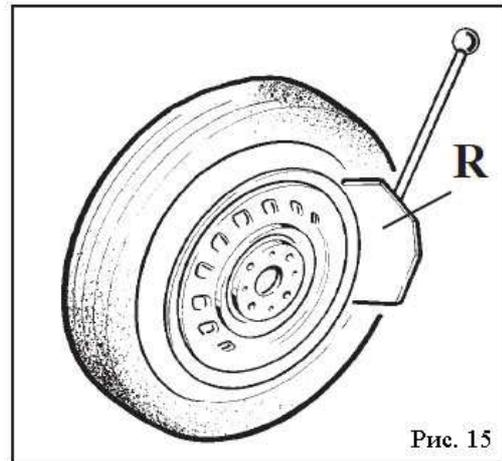

Рис. 15
- Полностью сведите зажимы (G) поворотного стола (Y).
- Position the wheel against the rubber stops on the right side of the tyre changer (S).
- Position the bead breaker blade (R) against the tyre bead at a distance of about 1 cm from the rim (fig.15). Pay attention to the blade, which must operate correctly onto the tyre and not onto the rim.
- Press down the pedal (U) to activate the bead breaker and release it when the blade has reached the end of its travel or in any case when the bead is broken.
- Поместите колесо на резиновый упор, расположенный на правой стороне шиномонтажного станда (S).
- Приблизьте лопатку устройства отжима борта (R) к борту шины, сохраняя дистанцию приблизительно в 1 см от диска (Рис. 15). Уделяйте внимание положению лопатки, которая должна действовать на шину, а не на диск.
- Нажмите на педаль (U) для того, чтобы включить устройство отжима борта. Отпустите ее, когда лопатка достигнет конца своего движения или, пока шина не будет полностью отделена от обода колеса.